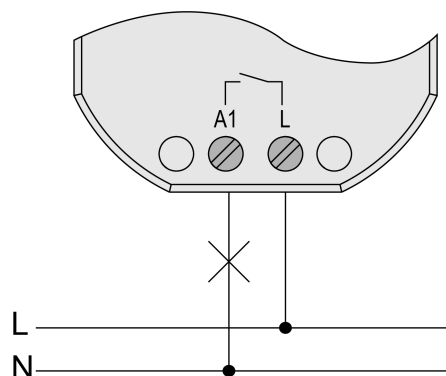

Bild 5: Anschluss der Last
- Last gemäß Anschlussbeispiel anschließen (siehe Bild 5).